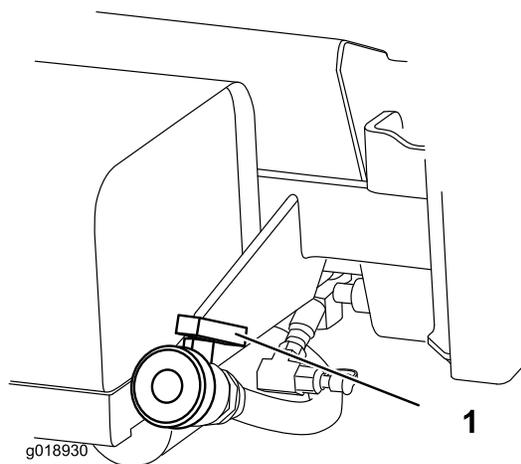

Figura 22
2. La valvola di spurgo del serbatoio è situata sul retro della macchina (Figura 22).